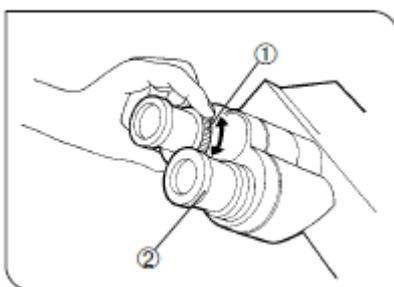

图 12
**2 调节屈光度 (图 12 和 13)**
2. 通过目镜观察，使用屈光度调节环，仅仅转动屈光度调节环①对样品聚焦。(图 12)
1. 通过右目镜用右眼观察，转动目镜上部②直到在视场中看到清晰的双十字线。(图 12 和 13)
3. 通过左目镜用左眼观察，转动屈光度调节环①聚焦样品。